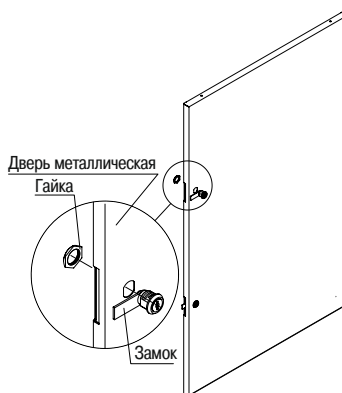

Рисунок 14 – Сборка металлической двери
3.3.5 Извлеките из второго места металлическую дверь. Установите на дверь два точечных замка, предварительно скрутив с них гайки. Проверьте правильность установки замков. При правильной установке язычки замков переводятся в положение «закрыто» сверху вниз. Закрепите замки на двери гайками (рисунок 14). После установки замков, соберите петли и установите дверь на каркас шкафа, как это описано в 3.3.2 и 3.3.4.
Для предотвращения поворота распашных дверей внутрь шкафа в посадочные места на обоих основаниях необходимо вкрутить два винта М5×16 (рисунок 14).